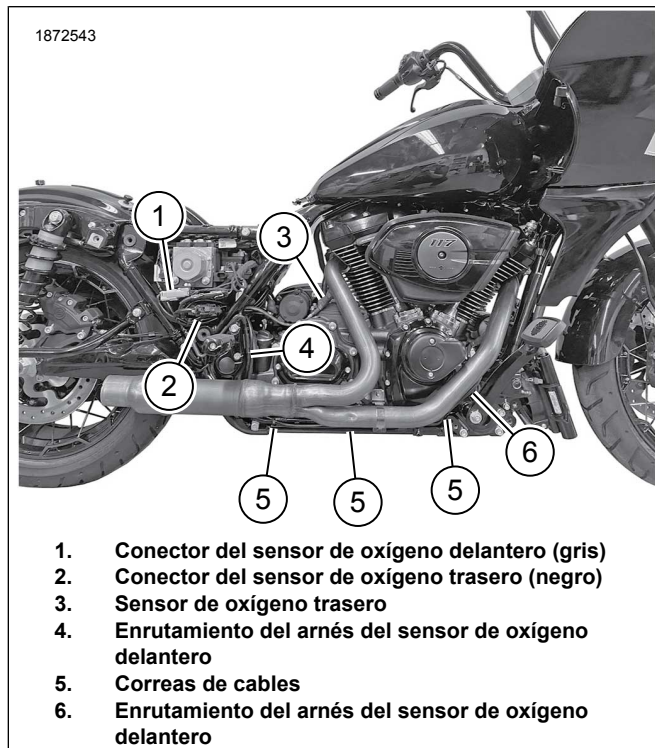
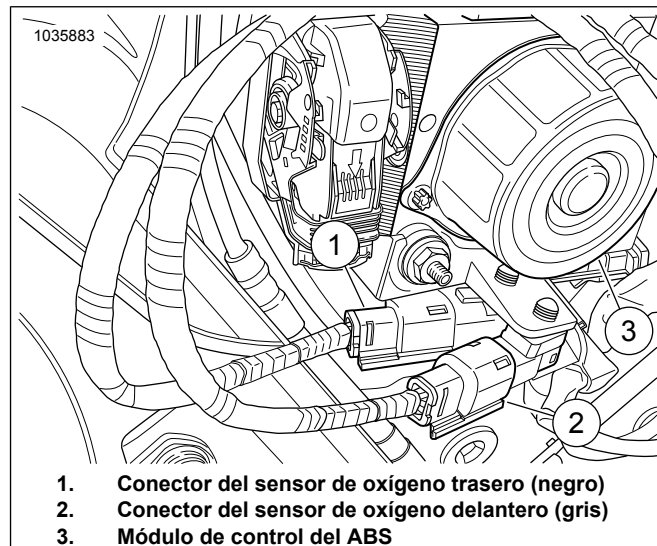

Figura 8. Ubicación del arnés del sensor del ATM
Figura 13. Conexiones del arnés principal del ATM
12. Consulte Figura 4 y Figura 8. Enrute hacia arriba los cables del arnés del conector del sensor de oxígeno delantero y trasero (1, 2) hacia los conectores correspondientes. Conectores del arnés de colores a juego: Negro con negro, gris con gris.
16. Vea Figura 8. Sensor de oxígeno delantero (5, cable del arnés largo):
12. Ver Figura 13 y Figura 8. Coloque los cables conductores del arnés gris (3) y negro (1) afuera detrás del módulo de control ABS (2) y conecte el arnés principal. Haga coincidir los colores de los conectores: negro con negro y gris con gris.